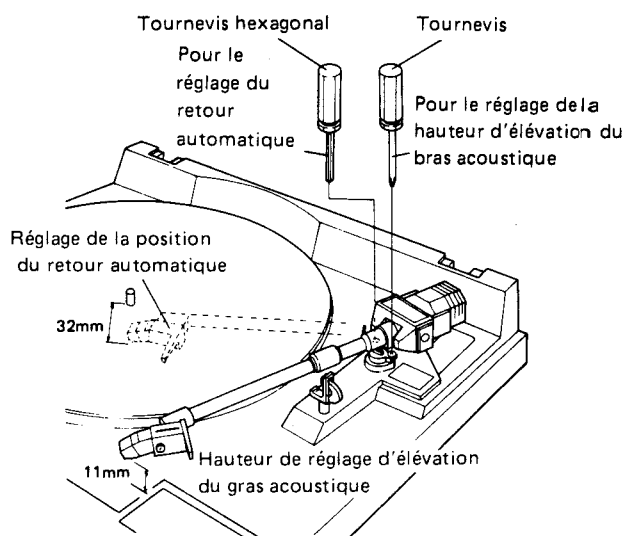

Fig. 12-2 Réglages de la hauteur d'élévation du bras acoustique et du retour automatique
5. Interrompre la rotation de la vis de réglage sur le point où on obtient un écartement de 32 mm entre la pointe de la tête de lecture et l'axe central. (Fig. 12-2).